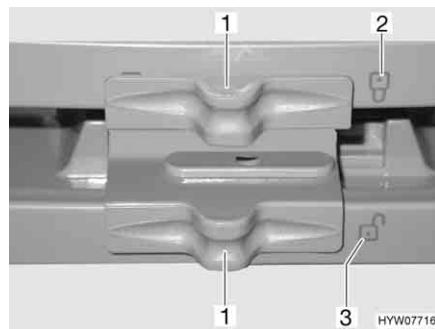

Fig. 223 Verrouillage de la porte du réfrigérateur/du compartiment congélation (Dometic Série 7 avec compartiment congélation séparé)
- Pousser le verrouillage (Fig. 223,1) de côté de telle sorte que le verrou ouvert "🔓" (Fig. 223,3) soit visible.
- Pousser le verrouillage (Fig. 223,1) de côté de telle sorte que le verrou fermé "🔒" (Fig. 223,2) soit visible.